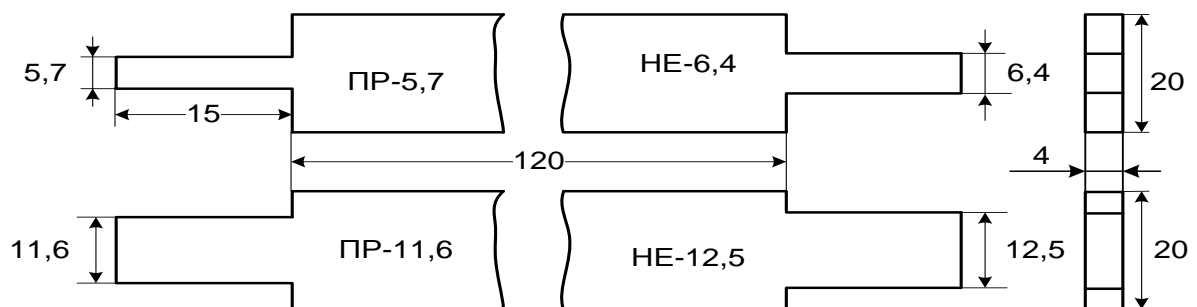

Рисунок 3. Шаблоны для проверки расстояния между контактными пружинами («ПР» - проходит, «НЕ» - не проходит).
7.7.4. В плюсовом и минусовом положениях стрелки и при выключенном положении курбельного контакта с помощью шаблонов, входящих в набор инструментов электромеханика СЦБ для ремонта и обслуживания стрелочного электропривода (см. рис. 3) произвести проверку расстояний между контактными пружинами контрольных и рабочих контактов автопереключателя следующим образом: